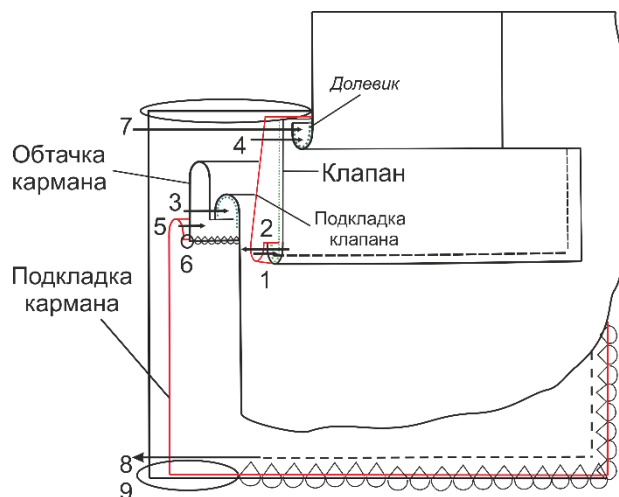

Рис. 2
6. Обработайте прорезной карман с клапаном по ниже представленной схеме (Рис.2).